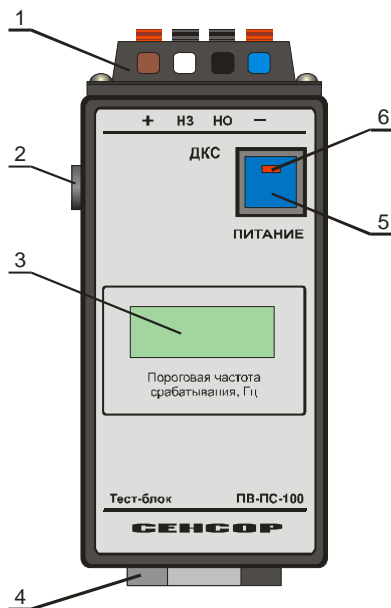

Рис.1. Внешний вид тест-блока ПВ-ПС-100.
1.4.1. Внешний вид тест-блока ПВ-ПС-100 изображен на рис.1.